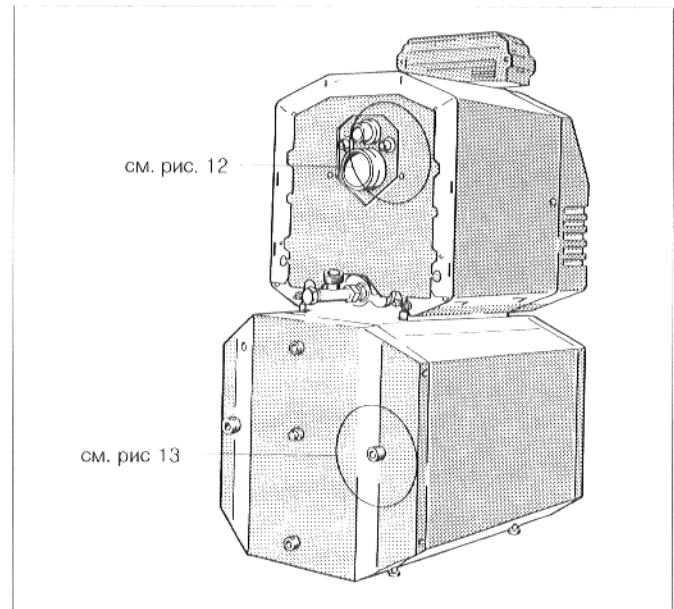
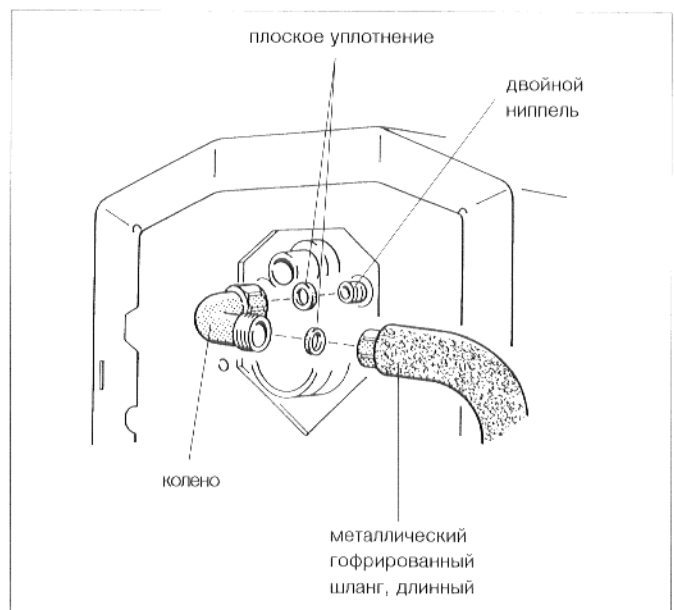
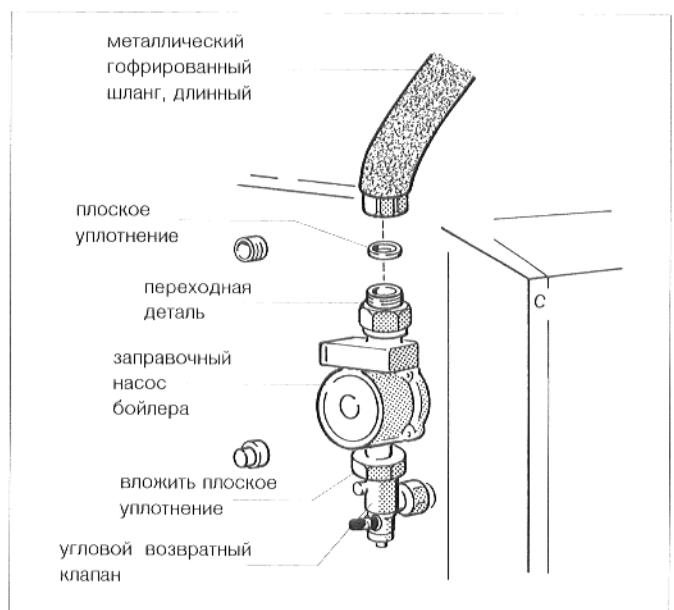

Рис. 11
Рис. 12
Рис. 13
- Вложить O-образное кольцо в паз двойного nipples (рис. 11 и рис. 12).
- Ввинтить двойной nipple в отверстие для подключения подводящей линии бойлера-нагревателя хозяйственной воды у котла, соответственно рис. 12 и рис. 11.
- Вложить плоское уплотнение в накидную гайку второго колена и слегка привинтить колено к двойному nipple (рис. 12).
- Вложить плоское уплотнение в накидную гайку углового возвратного клапана и привинтить угловой возвратный клапан к подводящей линии бойлера (рис. 13 и рис. 11).
- Вложить плоское уплотнение для заправочного насоса бойлера ($\varnothing 44 \times 28 \times 2$) в верхнюю накидную гайку углового возвратного клапана, и привинтить заправочный насос бойлера внизу у углового возвратного клапана так, чтобы направление подачи показывало вниз (рис. 13 и рис. 11).
- Вложить второе плоское уплотнение для заправочного насоса бойлера ($\varnothing 44 \times 28 \times 2$) в переходную деталь, и привинтить переходную деталь к всасывающему патрубку заправочного насоса бойлера (рис. 13 и рис. 11).
- Держать металлический гофрированный шланг так, чтобы он находился между точками подключения, и произвести соответственное изменение его формы (рис. 11).
- Вложить уплотнения в накидные гайки металлического гофрированного шланга и ввинтить металлический гофрированный шланг между переходной деталью и коленом (рис. 11).
- Затянуть накидную гайку колена (рис. 12).